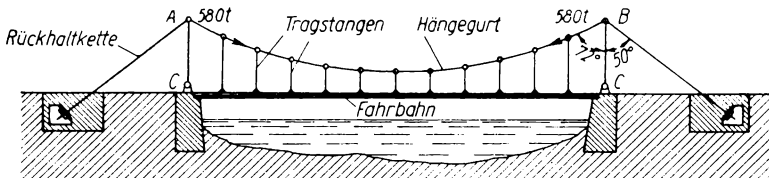

Bild 43
**164.** Bei einer Hängebrücke ist die Fahrbahn an einem zwischen zwei Punkten  $A$  und  $B$  ausgespannten Hängegurt durch senkrechte Tragstangen aufgehängt (Bild 43). Die Brückenpfeiler sind als Pendelsäulen mit unterem Gelenkpunkte  $C$  ausgeführt. Der Hängegurt übt am Kopfe der Säulen eine Zugkraft  $580\text{ t}$  unter